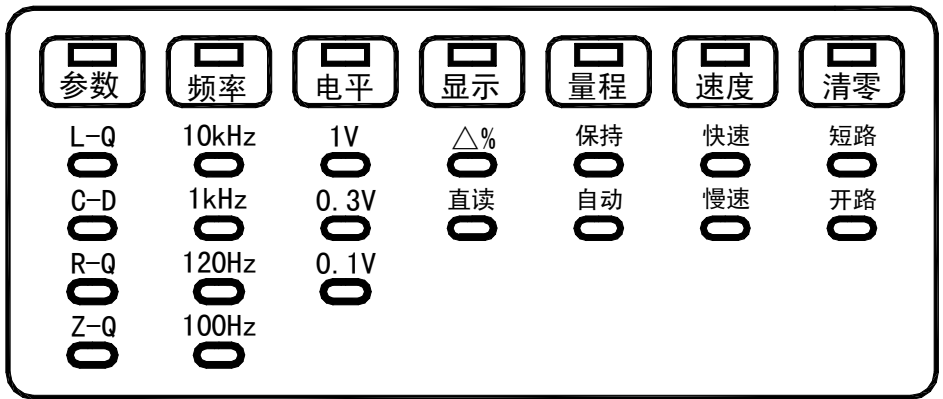

图 2-2 常用状态指示示意图
1. “**测量**”状态：对应七种常用功能的选择，**功能直接在面板上指示**（见图 2-2），仪器在“**测量**”状态时使用“**∧**”“**∨**”“**≤**”“**≥**”“**启动**”即可获得。
“测量” 状态的功能指示如 P2-1 页图 2-2 所示。